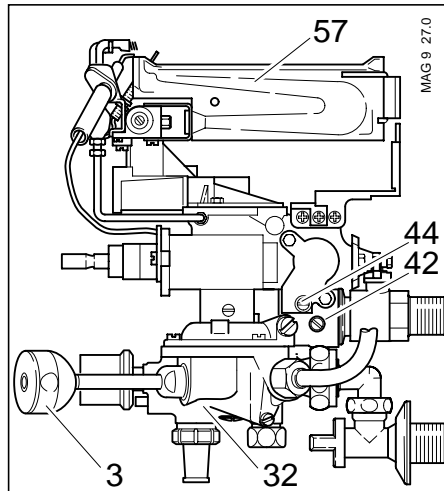

Fig. 11
- Togliere le viti (41) e separare la rampa ugelli (55) dal bruciatore.
- Svitare gli ugelli (43) del bruciatore.
- Sostituire l'ugello del bruciatore spia (62). (Confrontare il contrassegno degli ugelli con i valori della tabella pag. 26).
- Rimontare la rampa ugelli (55).
- Regolare la pressione ugelli alla vite (44, fig. 11, pag. 24), seguendo i valori della tabella a pag. 26 verso destra: meno gas verso sinistra: più gas
- Sigillare o piombare la vite di regolazione (44).